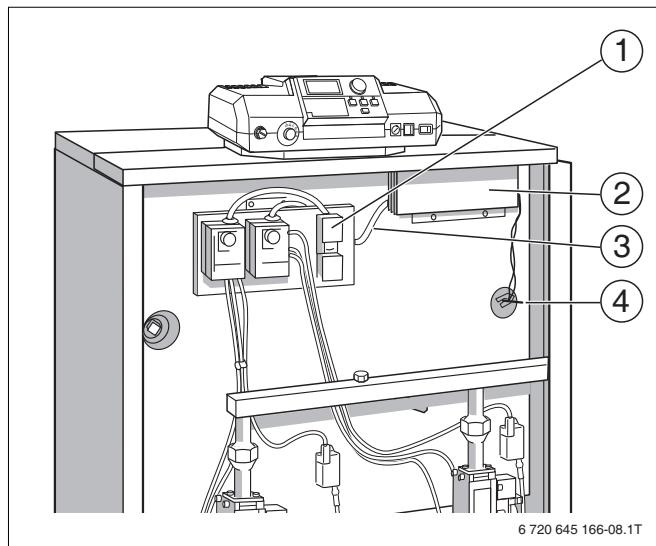

Рис. 16 Кабельная разводка на передней стороне котла
- Снимите крышку с кабельной ниши (Рис. 16, **поз. 2**).
- Проведите капиллярные трубы и провода температурных датчиков под передней крышкой котла к месту замера (Рис. 16, **поз. 4**). При этом размотайте их только на необходимую длину.
- Проведите провод горелки (Рис. 16, **поз. 3**) через кабельную нишу и под передней крышкой котла назад к подключению системы управления.
- Для двухступенчатой горелки удалите штекер с перемычкой и вставьте вместо него штекер провода второй ступени горелки (Рис. 16, **поз. 1**).